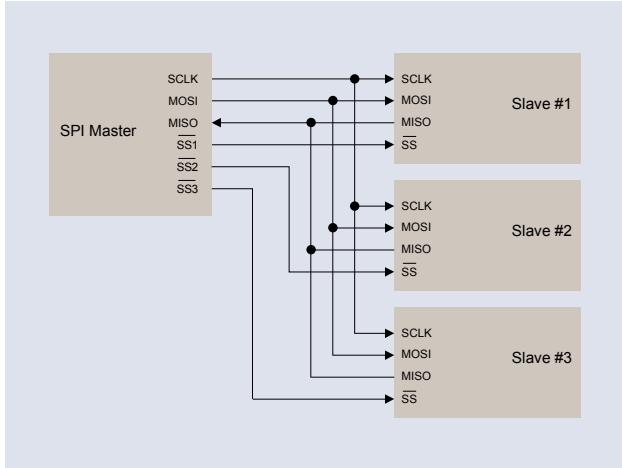
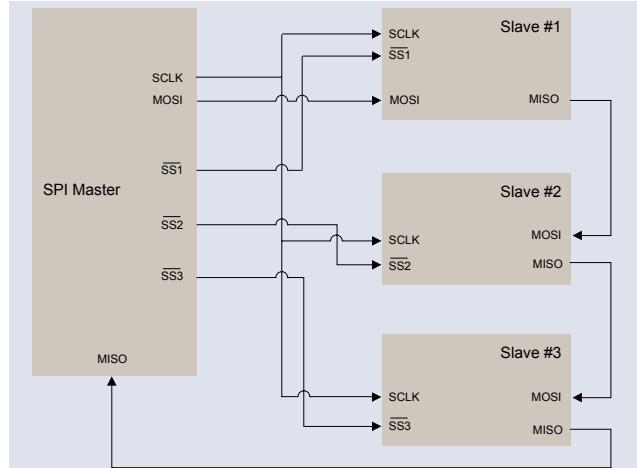

图 8. 常用的 SPI 配置。
图 9. 串联 SPI 配置。
SPI 总线是一种主 / 从结构的 4 线串行通信总线。4 个信号是时钟 (SCLK)，主输出 / 从输入 (MOSI)，主输入 / 从输出 (MISO) 和从选择 (SS)。在两台设备通信时，一台设备称为“主设备”，另一台设备称为“从设备”。主设备驱动串行时钟。它同时收发数据，因此是一种全双工协议。SPI 使用 SS 线路指明与哪台设备传送数据，而不是总线上的每台设备都有一个唯一的地址。这样，总线上的每台唯一的设备都需要从主设备提供自己的 SS 信号。如果有 3 台从设备，那么主设备有 3 条 SS 引线，每条引线都连接到每台从设备上，如图 8 所示。
在图 8 中，每台从设备只与主设备通话。但是，SPI 可以串联多台从设备，每台从设备依次进行操作，然后把结果发回主设备，如图 9 所示。